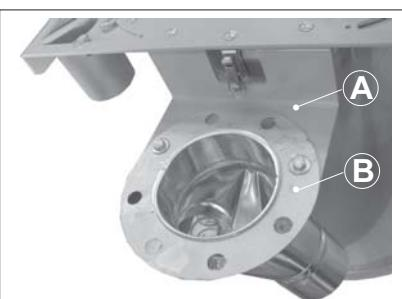

Fig. 3
- 4) Fix flange B temporarily to support A as shown in Fig.3
4) Gleichzeitig den Flansch B am Halter A befestigen, wie in Abb. 3 gezeigt.
- 4) Fixer temporairement la bride B au support A comme indiqué dans la fig. 3
4) Fissare temporaneamente la flangia B al supporto A come indicato in fig. 3